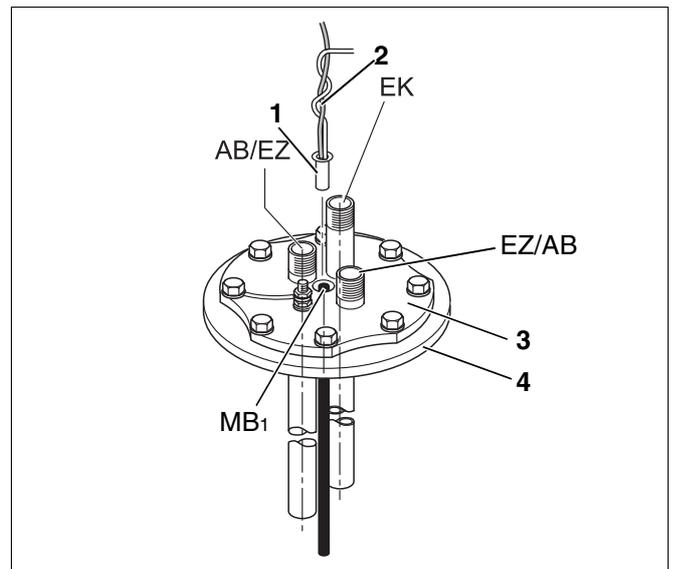

Abb. 7 Messstelle MB₁ (Tauchhülse Nachladung Kessel)
Montage des Warmwasserfühlers (Abb. 7):
- Fühler (Abb. 7, **Pos. 1**) mit Führdraht (Abb. 7, **Pos. 2**) bis Anschlag einschieben. (Der Führdraht befindet sich in der Messstelle MB₁.)